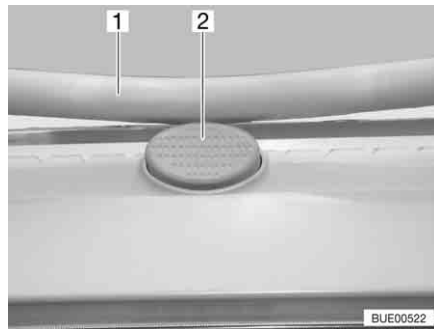

Fig. 66 Bottone di sicurezza sull'oblò Heki
- Premere il bottone di sicurezza (Fig. 66,2) e tirare verso il basso la staffa (Fig. 66,1) con entrambe le mani.
- Premere la staffa verso l'alto con ambedue le mani, finché la staffa non poggia al di sopra del bottone di sicurezza (Fig. 66,2).